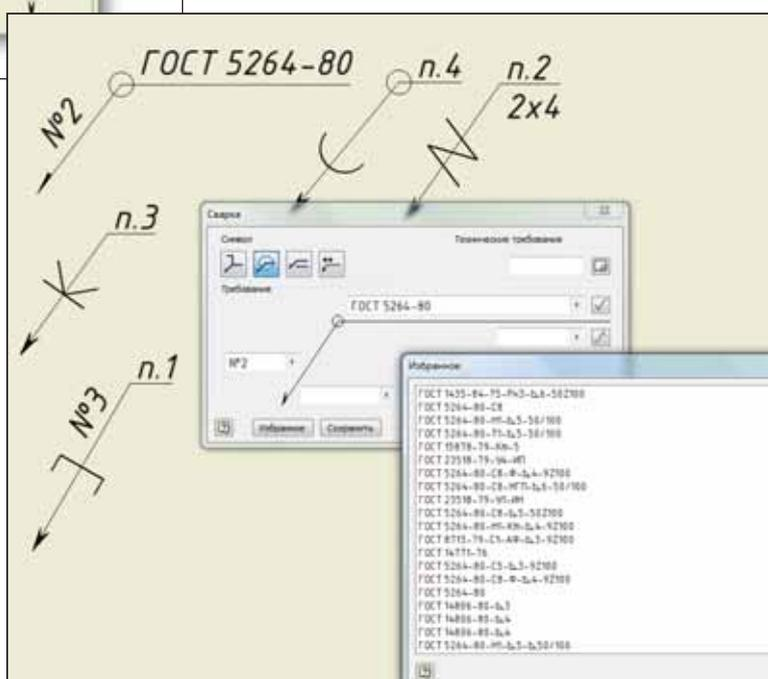

Рис. 11. Неразъемные соединения
- 2) Сварка, Пайка, Склеивание, Сшивание и Сшивание скобами. Для работы с этими обозначениями реализованы пять специальных инструментов, которые позволяют быстро проставить обозначения, увязать их с техническими требованиями, а для сварки еще и добавить часто используемые обозначения в список избранных, откуда их легко выбрать не заполняя заново все поля (рис. 11). Эти обозначения реализованы согласно ГОСТ 2.312-72 и 2.313-82.